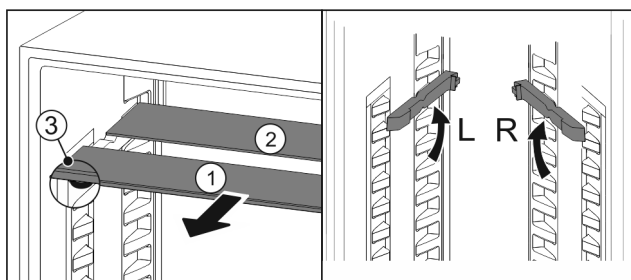

Fig. 61
- ▶ Trekk glassplatene enkeltvis fremover og ut *Fig. 61 (1)*.
- ▷ Glassplate *Fig. 61 (1)* med pyntelist ligger foran.
- ▷ Stoppere *Fig. 61 (3)* peker nedover. Enheter med frysehylle:*